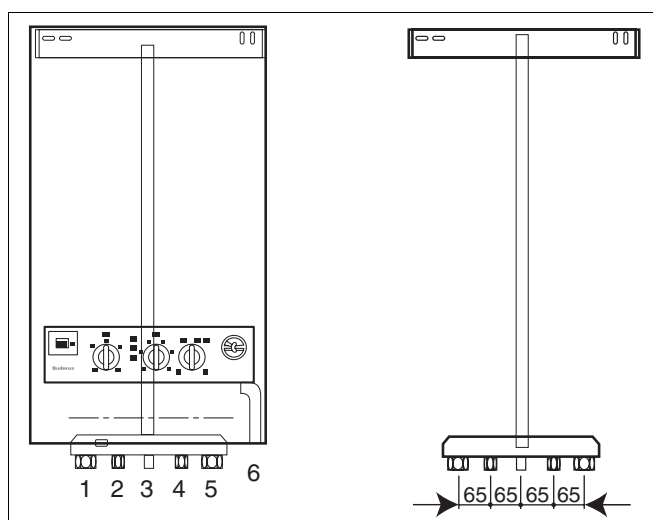

Fig. 16 Montaj
- Se prinde centrala termică pe suportul de perete (fig. 16).
Legendă la fig. 16